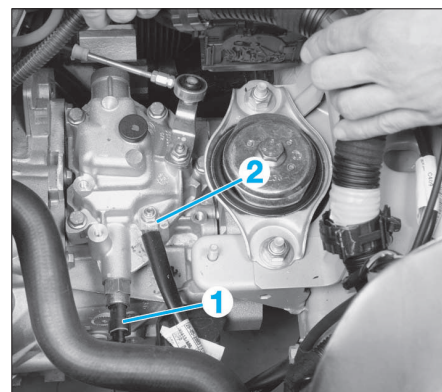

FIG. 9
- Débrancher le contacteur de marche AR (1) (Fig.9) et le câble de masse (2).